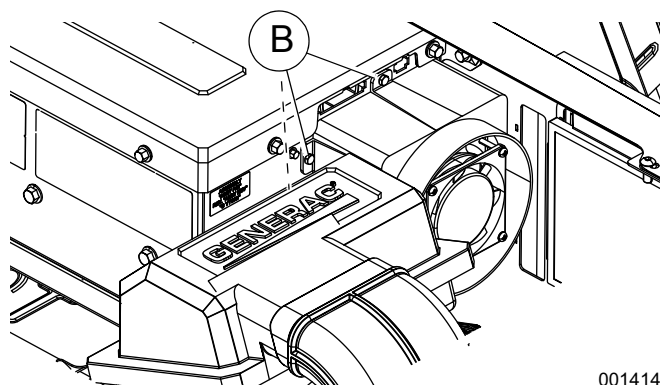

Figura 4-10. Retire los tornillos del ventilador de AVR
4. Vea la Figura 4-10. Retire tres tornillos (B) para liberar el ventilador de AVR del AVR.